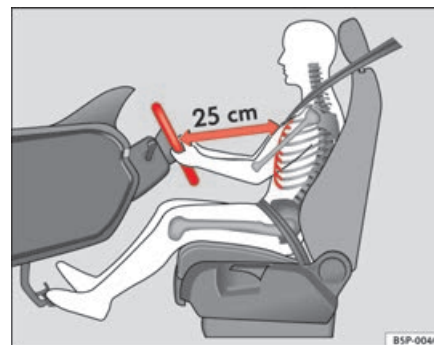

Fig. 135 Posição correcta do banco do condutor
- Ajustar o volante, até ser atingida a posição pretendida ⇒ fig. 135.
- Ajustar o banco do condutor ou o volante, de modo a que a distância entre o volante e o esterno seja de pelo menos 25 cm ⇒ **página 167, fig. 135**. Se não se respeitar a distância mínima, o sistema de airbag não pode exercer a sua função de protecção – perigo de vida!